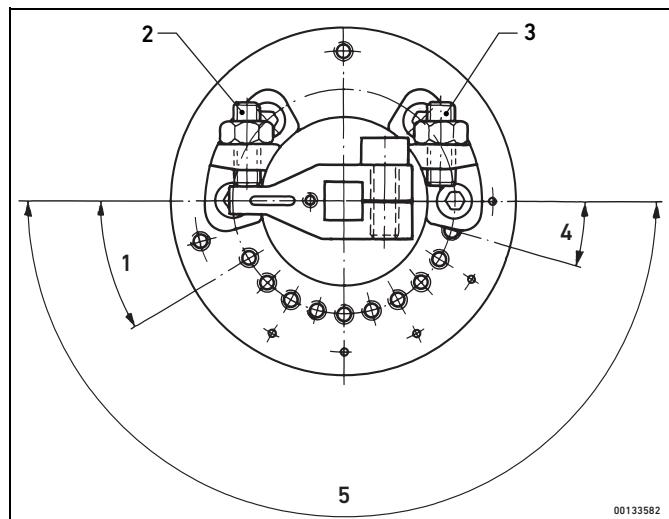

Fig. 6: Vinkeljustering
3. Finjustera vridningsvinklarna med respektive finjusteringsskruv. Se Fig. 6 och Tabell 1 för vinkeljusteringsområde.